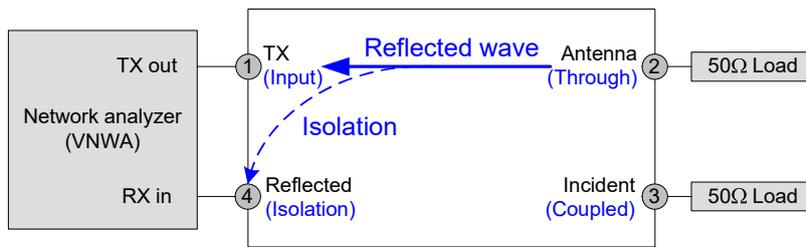

Abb. 5: Messanordnung zur Bestimmung der Richtschärfe (Directivity).
Ergänzung 04/2021: Messung der Richtschärfe mit dem VNWA (Abb. 5)
Mit dem VNWA kann der Coupling factor herausgerechnet werden, Anordnung wie in Abb. 5:
2. Nachfolgende Messung mit 50Ω-Abschluss an Port 3 (Reflected/Isolation) wie in Abb. 5, ergibt $\text{Directivity} = \text{Isolation} - 0\text{dB}$.